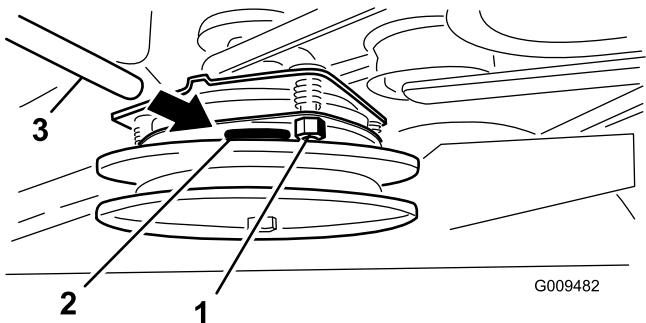

Figura 53
2. Se è necessario eseguire una regolazione, impostate uno spazio di 0,381 mm all'altezza di ognuna delle tre fessure di regolazione. Stringete i dadi di bloccaggio fino a fissare leggermente lo spessimetro facendo però in modo di poterlo muovere facilmente all'interno del traferro (Figura 53).